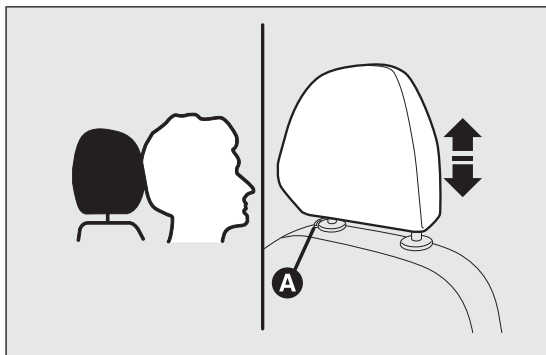

fig. 18
- ☐ réglage vers le bas : appuyer sur la touche A fig. 18 et baisser l'appuie-tête.